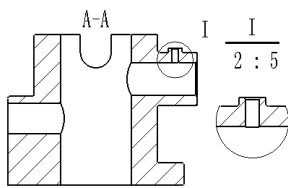

图 4.5.22 “无引线”样式
- ☒ 设置图标样式为 **无引线**，结果如图 4.5.22 所示。该选项的结果与 **依照标准** 相同，即 **依照标准** 所使用的默认样式为“无引线”。